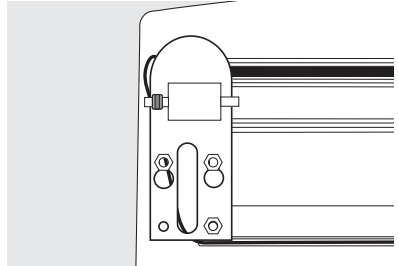

Figura 7
18. Quite la bisagra inferior izquierda usando una llave de 5/16" (8 mm) e instálela del lado derecho. Figura 7. Use un destornillador hexagonal de 1/4" para retirar los dos tornillos del canal de plástico del lado derecho y colóquelo en el lado izquierdo usando las ubicaciones de tornillos proporcionadas.